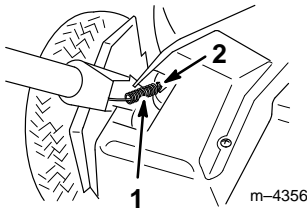

Figure 4
6. Accrocher le ressort du câble de commande de traction au support de transmission si ce n'est déjà fait (Fig. 4).